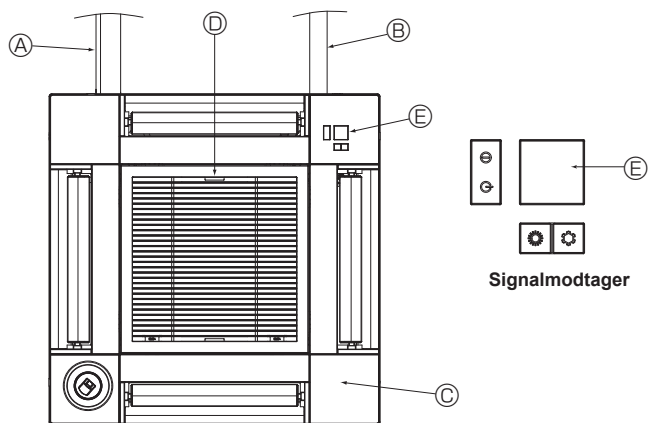

Fig. 10-17
10.5. Installation af indtagsgitteret (Fig. 10-17)